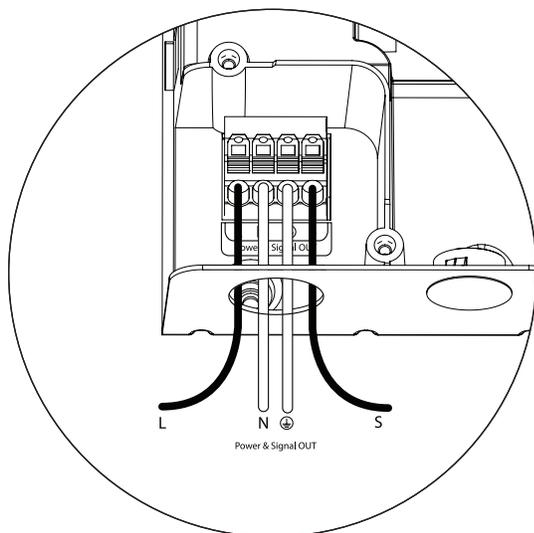

fig. 9
3. Insérez les conducteurs appropriés du câble de liaison (voir la fig. 9) :